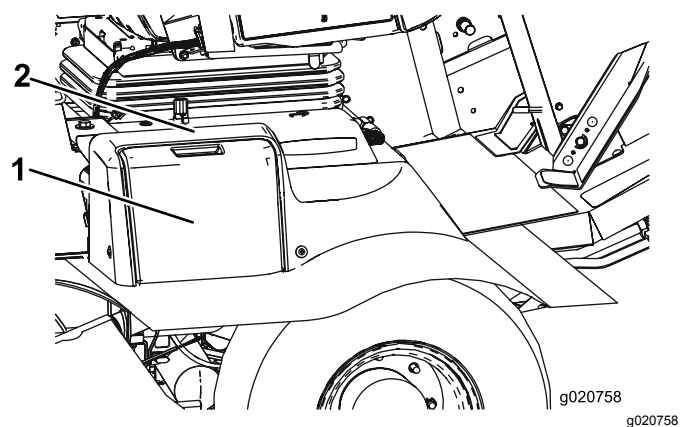

Figura 81
1. Abra a cobertura da bateria (Figura 81). no lado do resguardo.
Nota: Pressione a superfície plana por cima da cobertura da bateria para facilitar a remoção da cobertura (Figura 81).